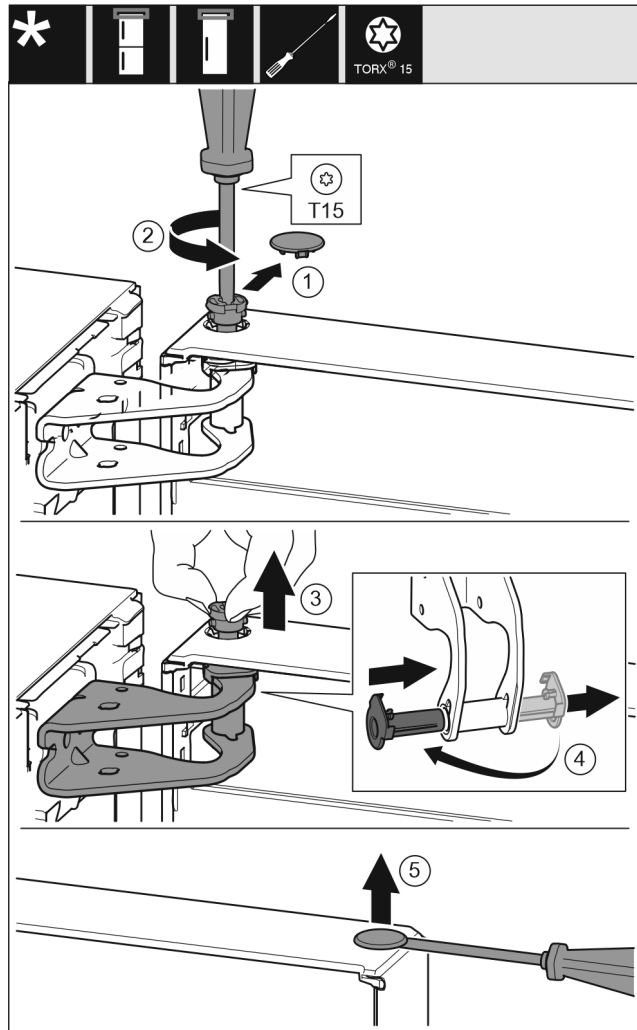

Fig. 9
- ▶ Обережно зніміть запобіжну кришку. Fig. 9 (1)
- ▶ Трохи викрутіть гвинт за допомогою викрутки T15. Fig. 9 (2)
- ▶ Притримуйте дверцята і витягніть палець руками. Fig. 9 (3)
- ▶ Витягніть із прямої опорної втулки. Встановіть і зафіксуйте з іншого боку. Fig. 9 (4)
- ▶ За допомогою шліцевої викрутки обережно підніміть пробку із опорного втулка дверцят та витягніть її. Fig. 9 (5)